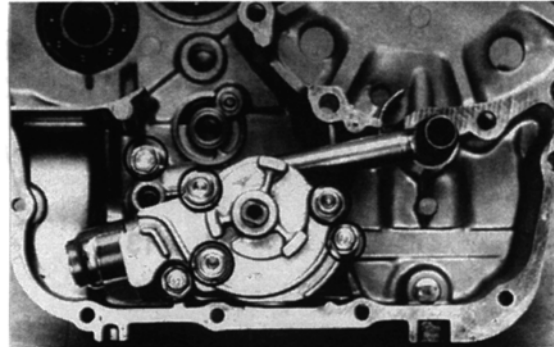

Bild 153
- Drei Sechskantschrauben SW 10 ausdrehen und Ölpumpe komplett mit Saugglocke und Ölrohr abnehmen. Auf Verbleib der O-Ringe achten (Bild 153).